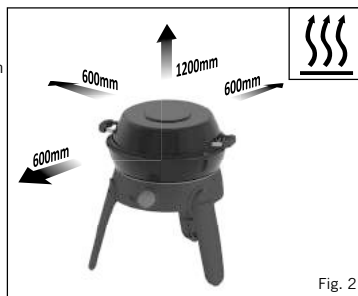

Fig. 2
- Este aparato debe mantenerse alejado de materiales inflamables durante su uso. Las distancias mínimas de seguridad son: Sobre el aparato 1,2 m. Detrás y a los costados 600 mm. (Ver la Fig. 2)
- Antes de conectar el suministro de gas, revise primero que la válvula del aparato esté en la posición de apagado, girando la perilla de control completamente en el sentido de las agujas del reloj (consulte la Fig. 2).
- Para colocar el recipiente de gas, revise primero que la válvula del aparato esté en la posición de apagado, girando la perilla de control completamente en el sentido de las agujas del reloj, hasta que se detenga (consulte la Fig. 2). Asegurándose de que el recipiente de gas quede recto, atornille el recipiente a la válvula en el sentido de las agujas del reloj hasta que quede completamente enganchado, ajústelo sólo con la mano. Si el recipiente queda muy ajustado, puede dañar la válvula del mismo.